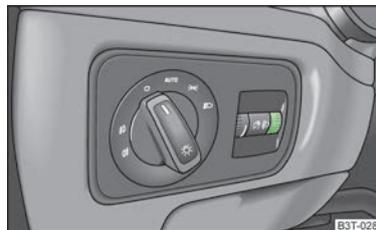

Abb. 34
- Den Drehregler » Abb. 34 auf die gewünschte Leuchtweite drehen.